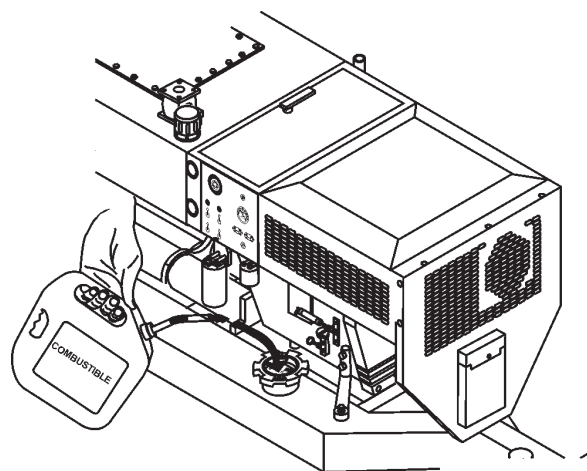

Figura 10. Abasteciendo diesel
6. Si el combustible esta bajo, retire el tapón y llene con **diesel #2** (Figura 10).